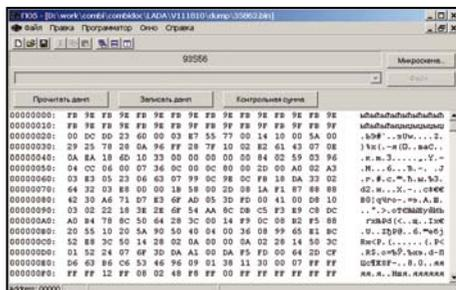

Рисунок 16. Окно программы robrs
13.4.1 В меню программы «Файл» > «Открыть» выбрать файл дампа с расширением bin. Файл откроется в окне редактора рисунок 16.